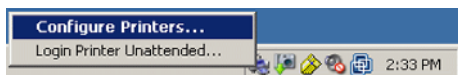

Figura 35 Icono de Servicios de impresión de ECM
- 8 Haga clic con el botón secundario del ratón en el icono de Servicio de impresión de ECM de la barra de tareas y seleccione **Configure Printers** (consulte Figura 35 en la página 146).